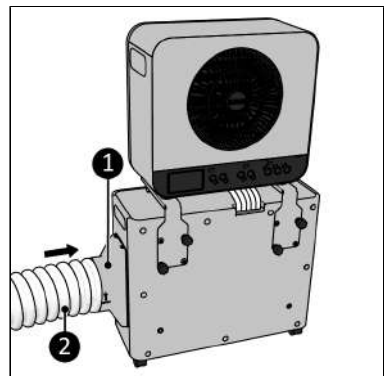

Abbildung 61.
9. Schließen Sie den Adapter (Abbildung 61, Pos. 1) an die Seite des Außengeräts (Abbildung 61, Pos. 1) an.
10. Dehnen Sie den Wärmeabluftschlauch (Abbildung 61, Pos. 2) an einem Ende leicht und schrauben Sie ihn (gegen den Uhrzeigersinn) auf den Adapter.
3. Der Adapter (Abbildung 61, Pos. 1) und der Wärmeabluftschlauch (Abbildung 61, Pos. 2) müssen seitlich am Außengerät angeschlossen werden.